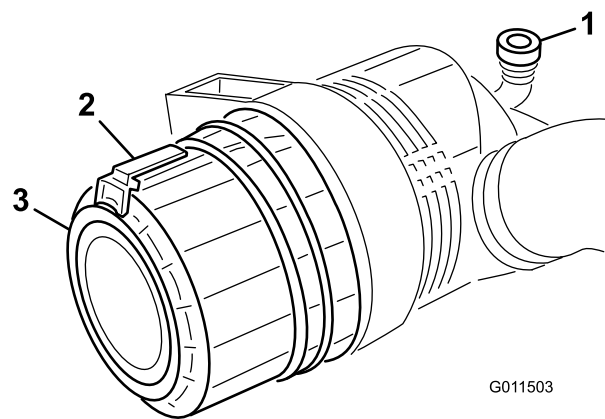

Figura 54
2. Puxe o trinco para fora e rode a cobertura do filtro de ar no sentido contrário ao dos ponteiros do relógio (Figura 54).